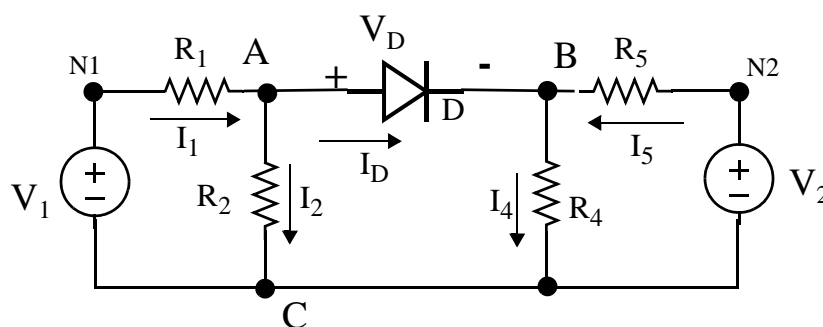
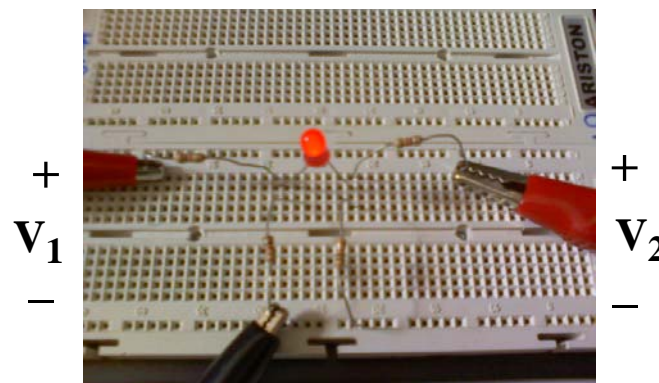

Fig. 1
Fig. 2
- Analiza el circuito de la Fig. 1 y completa las tablas (Tabla 1:, Tabla 2: y Tabla 3:). Utiliza para los cálculos teóricos los valores nominales de las resistencias, esto es, los indicados en la propia Fig. 1. Supón que el diodo conduce, emplea su modelo tensión umbral, con $V_\gamma = 1.75V$.
- Monta en la placa de prototipos el circuito de la Fig. 1. Trata de reproducir el esquema de la figura sin la necesidad de utilizar cables para la interconexión de las resistencias (ver Fig. 2). Antes de conectar las resistencias, mide su valor con el multímetro y anótalo (Tabla 4:). (Recuerda que las resistencias presentan un 5% de tolerancia respecto de su valor nominal).
- Una vez montado el circuito, utilizar el multímetro para medir las tensiones en los nudos A y B respecto al nudo C (equivalente a considerar C como nudo de tierra). Anota los datos en la Tabla 5: y a partir ellos completa el resto de datos calculando las corrientes en las ramas con la polaridad indicada en Fig. 1. Estima también el valor de la tensión umbral del diodo LED.
- Invierte la polaridad del diodo, en el esquema de la Fig. 1. Repite las medidas y completa la Tabla 8: y la Tabla 9:. Comenta los resultados.